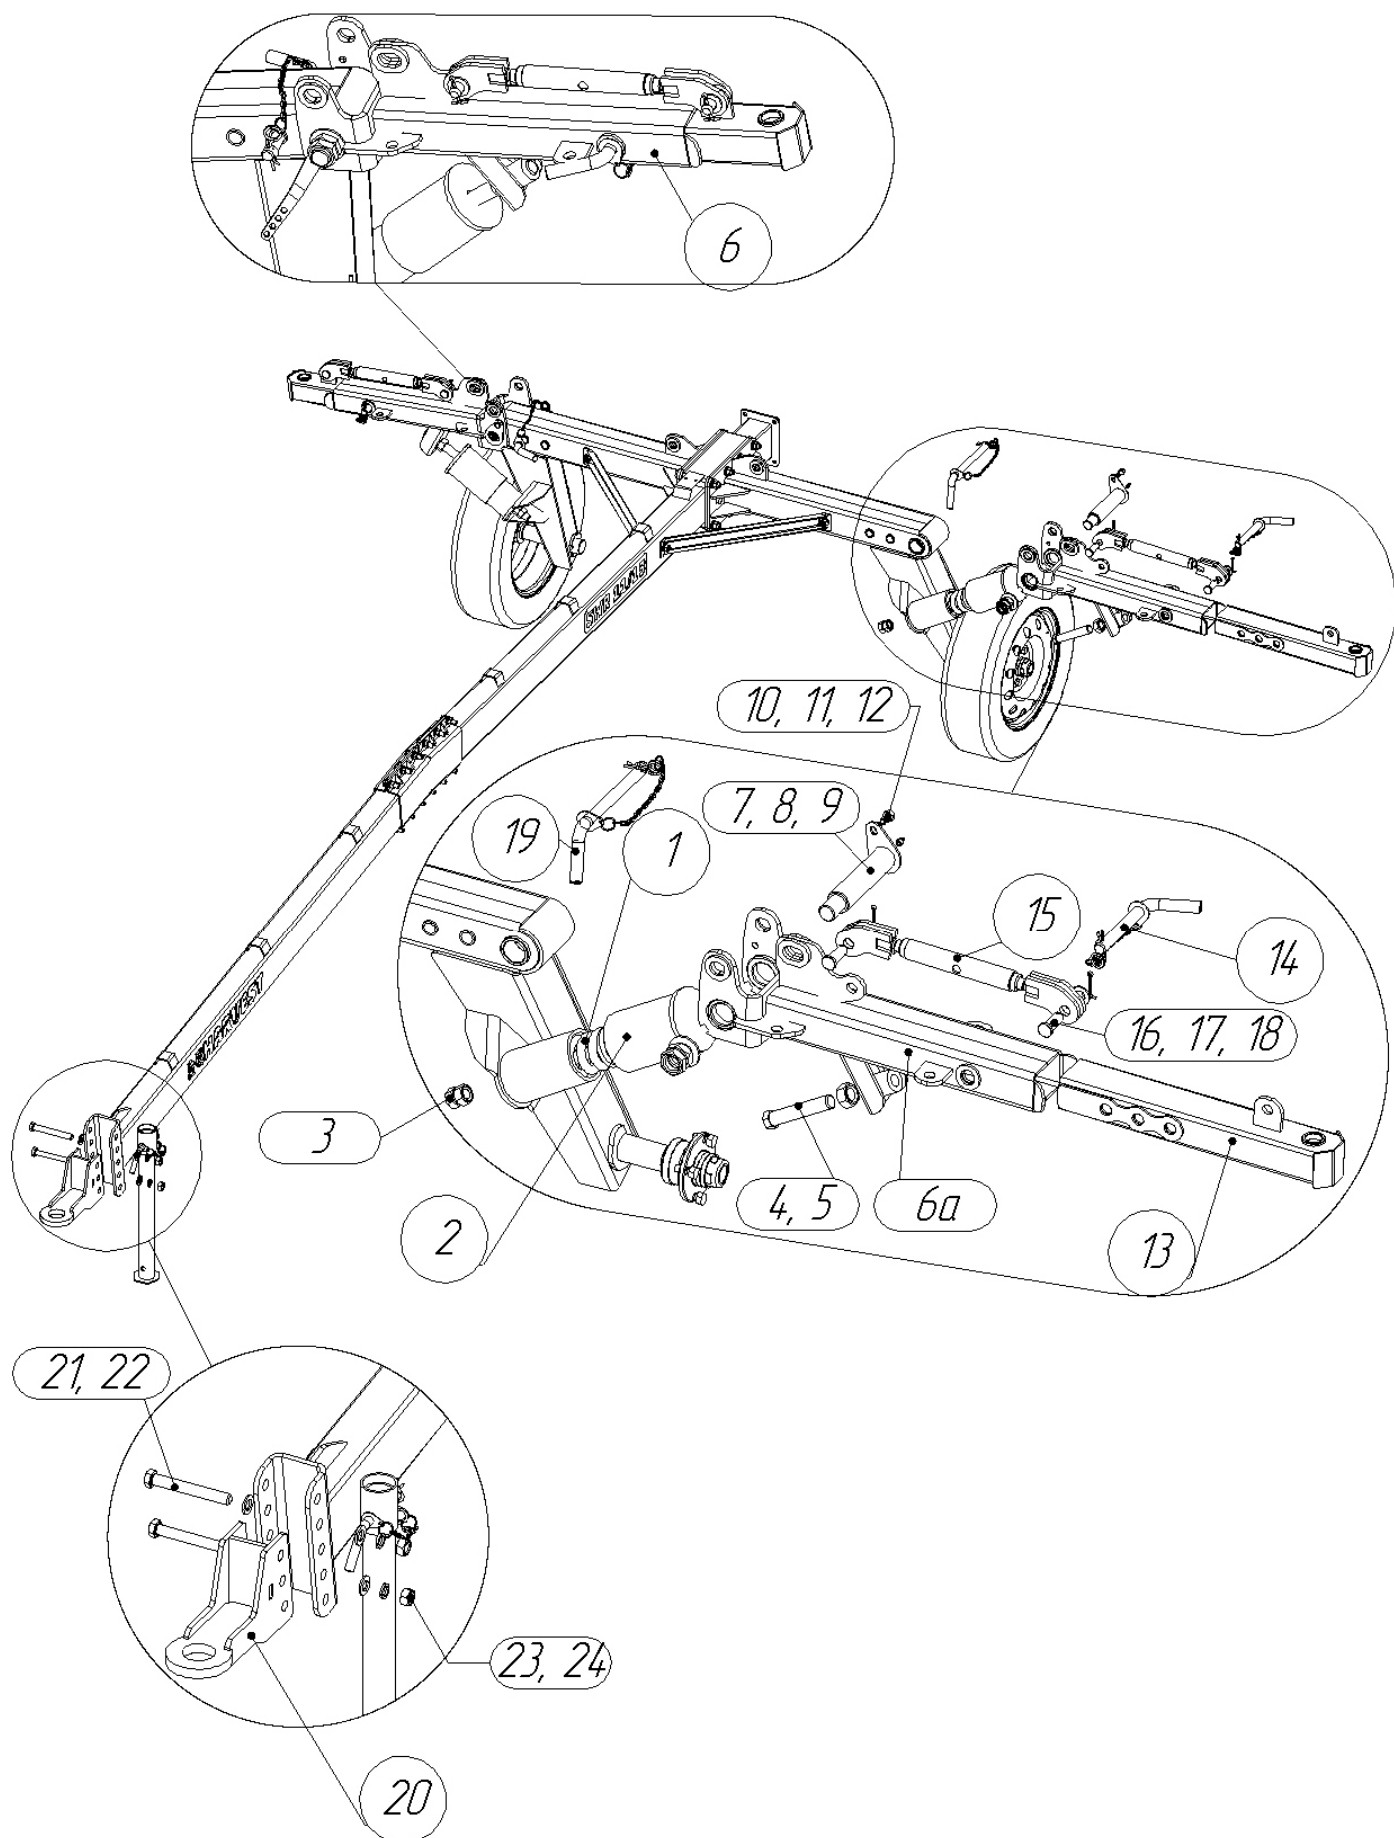

Рисунок 5 – Установка телескопических кулаков с амортизацией и сцепки на дышло
Установите пружину (1) в посадочный стакан на балке опорного колеса [левая], закройте пружину (1) поршнем (2) и зафиксируйте поршень от вылета двумя гайками (3), повторите операцию для балки опорного колеса [правая] (рисунок 5).
Установите болт опорный (5) со стопорной гайкой (4) в кулак поворотный [левый] (6а), установите кулак поворотный левый) (6а) на балку опорного колеса зафиксировав пальцем 40х165 резьбовым (7), зафиксировав гайкой М30 (8, 9) и болтом М10х20 (10) с шайбой пружинной (гровер) (11) от проворота, повторите операцию для балки опорного колеса [правая] (рисунок 5). Установите масленку (12) в резьбовой палец 40х165 (7) для смазки узла.
Установите штангу выдвижную (13) в поворотные кулаки (6,6а) и зафиксируйте пальцем 20х140 (14) (рисунок 5). Закрепите тяги винтовые (15) пальцем 18х50 (16,17,18) на поворотных кулаках (6, 6а) и штангах выдвижных (13) (рисунок 5).
Для установки сцепки (20) совместите отверстия в посадочном профиле на дышле с отверстиями на сцепки (20) и зафиксируйте болтами М16х130 (21, 22, 23, 24) (рисунок 5).